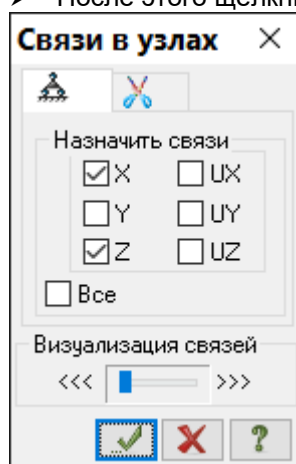

Рис.10.7. Диалоговое окно **Связи в узлах**
- Щелчком по кнопке  – **Связи** (панель **Жесткости и связи** на вкладке **Создание и редактирование**) вызовите диалоговое окно **Связи в узлах** (рис.10.7).